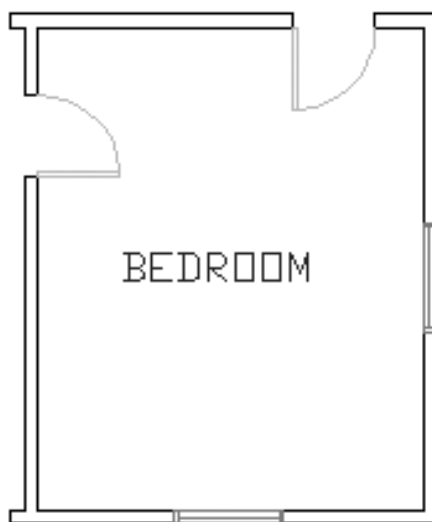

Рис. 9.1. План спальни (фрагмент)
1. Загрузите файл ab14-a.dwg (рис. 9.1).